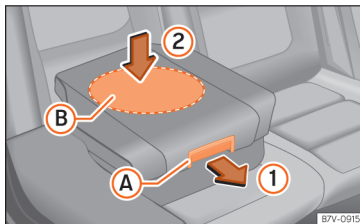

Abb. 36 Integrierter Kindersitz: Sitzpolster zurückklappen.
- Sitzpolster am Entriegelungshebel » Abb. 36 (A) in Pfeilrichtung ① nach vorn ziehen.
- Sitzpolster im mittleren Bereich (B) in Pfeilrichtung ② nach unten drücken, damit es sicher einrasten kann » ①. Die Seitenhalter klappen automatisch ein.
Beim Zurückklappen des integrierten Kindersitzes nur in der Mitte auf das Sitzpolster drücken » Abb. 36 (2). Andernfalls kann sich das Sitzpolster verkanten und nicht sicher einrasten.